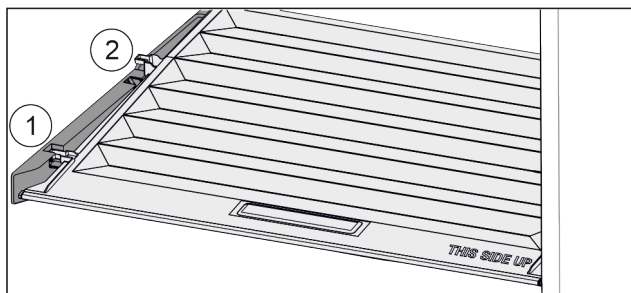

Fig. 27
- ▶ Poklopac do otvora u pridržnim dijelovima povucite prema naprijed Fig. 27 (1).
- ▶ Podignite ga odozdo sa stražnje strane i izvadite prema gore Fig. 27 (2).